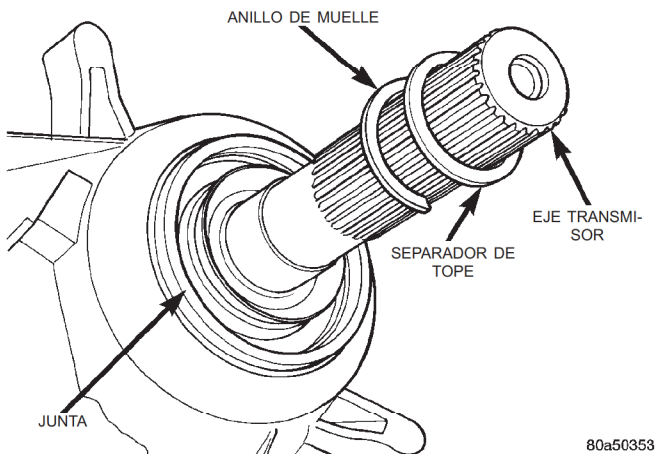

Fig. 9 Separador de tope del deflector y anillo de muelle
- (5) Retire el separador de tope del deflector y el anillo de muelle del eje transmisor (Fig. 9).